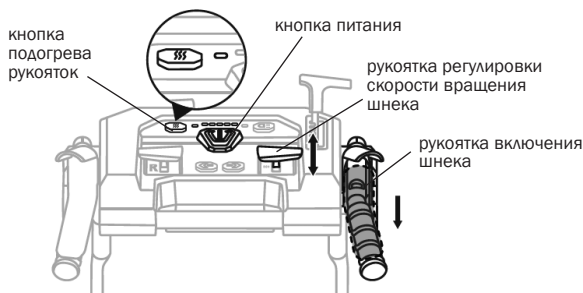

Рис. 11
2. Нажмите кнопку питания и нажмите на ручку запуска шнека, чтобы включить шнек (Рис. 11).
4. Для увеличения скорости сдвигайте рычаг управления скоростью шнека вперед. Выберите подходящую скорость для вашей задачи (Рис. 11).
- Ваш снегоборщик оснащен подогревом рукояток для рук в холодных условиях эксплуатации. Нажмите кнопку обогрева рукояток на панели, светодиод загорится, ручки начнут нагреваться. Чтобы остановить обогрев, нажмите кнопку снова (Рис. 11).